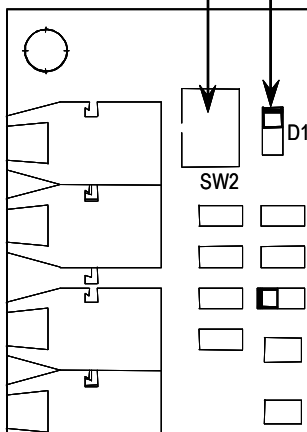

Figure 3.3 – Carte d'interface
12. Ouvrir l'interrupteur **SW2** de la carte d'interface (voir la figure 3.3) avant de remettre l'unité sous tension. S'assurer que le témoin à DEL rouge est éteint.